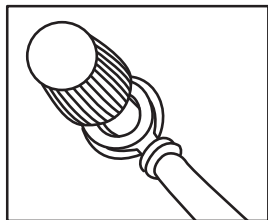

Abb. 1
- Lösen Sie die rote Mutter  am Spannungswandler . Führen Sie die rote Gabelöse des Kabels mit 12-V-Kfz-Zigarettenanzünder-Stecker  mit der Öffnung über den Schraubanschluss  (siehe Abb. 1). Achten Sie darauf, dass die Unterlegscheibe zwischen Gabelöse und Mutter  liegt.
(siehe Abb. 1). Achten Sie darauf, dass die Unterlegscheibe zwischen Gabelöse und Mutter **17** liegt.
- Lösen Sie die rote Mutter **16** am Spannungswandler **1**. Führen Sie die rote Gabelöse des Kabels mit Anschlussklemme rot **10** über den 12-V-Schraubanschluss **7** (siehe Abb. 1). Achten Sie darauf, dass die Unterlegscheibe zwischen Gabelöse und Mutter **16** liegt.
- Lösen Sie die schwarze Mutter **17** am Spannungswandler **1**. Führen Sie die schwarze Gabelöse des Kabels mit Anschlussklemme schwarz **11** über den Schraubanschluss **8** (siehe Abb. 1). Achten Sie darauf, dass die Unterlegscheibe zwischen Gabelöse und Mutter **17** liegt.